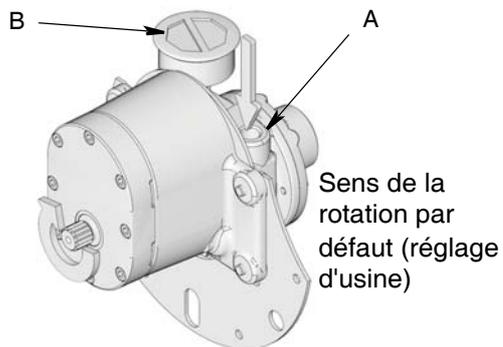

FIG. 12
REMARQUE : lorsque l'enrouleur est branché, la bobine devrait tourner dans le sens qui permet au flexible de s'enrouler sur la bobine. Le réglage d'usine de l'enrouleur est tel que le moteur tourne dans le sens inverse des aiguilles d'une montre lorsque l'on regarde la bobine côté moteur (extrémité opposée à l'arbre de transmission). Consultez la FIG. 12.
- Moteurs pneumatiques - inversez l'entrée et le silencieux du moteur pneumatique (FIG. 12, page 23).